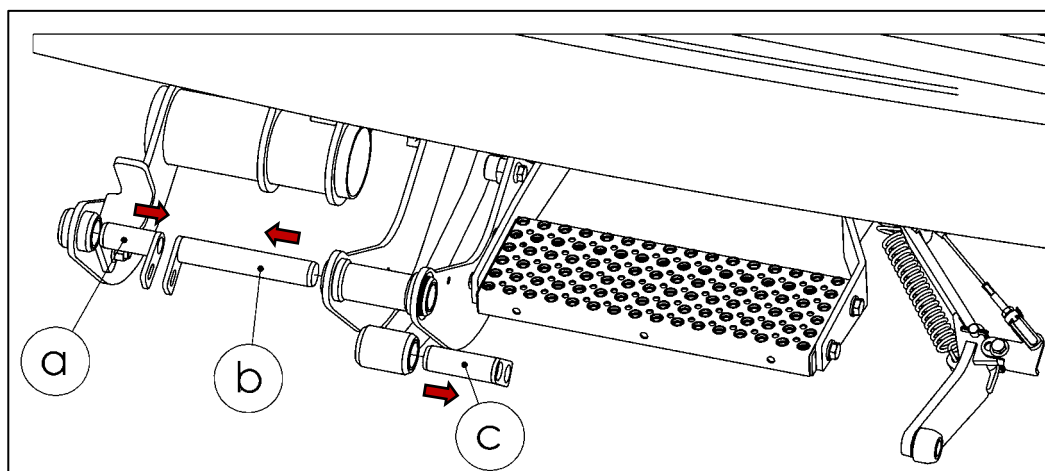

Abbildung 61
- Bolzen (Pos. a, b, c) herausnehmen (siehe Abbildung 61).